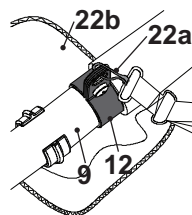

Fig. 16
5. Verrouillez le harnais sur le manchon de suspension (12). Assurez-vous que le rembourrage de protection (22b) passe sous la barre supérieure (9) (Fig. 16).